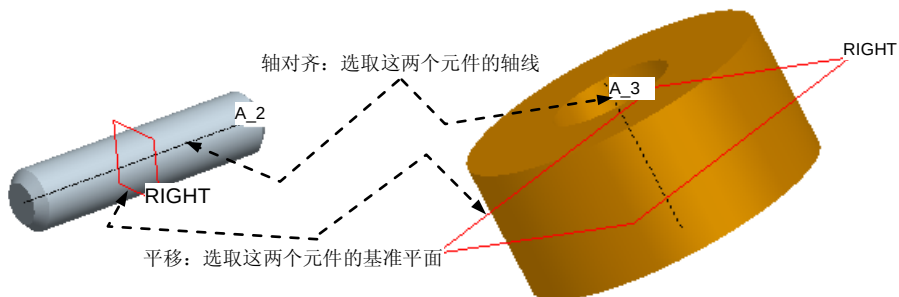
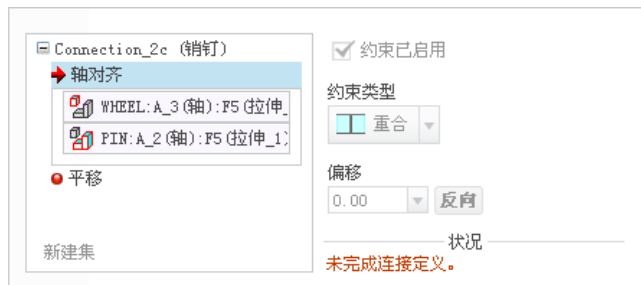
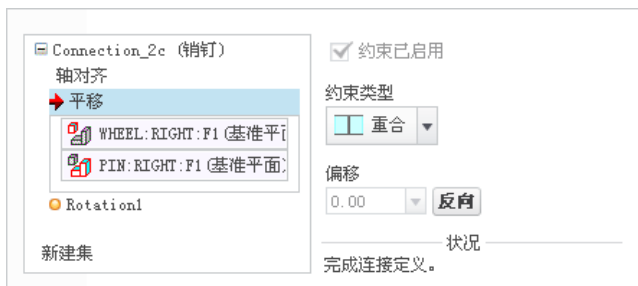

图 9.7.9 装配滑滚
图 9.7.10 “轴对齐”约束参考
图 9.7.11 “平移”约束参考
(3) 定义“轴对齐”约束。在“放置”界面中单击  轴对齐 选项，然后分别选取图 9.7.9 中的两个元件的轴线（元件 WHEEL 的轴线和元件 PIN 的轴线）， 轴对齐 约束的参考如图 9.7.10 所示。
(4) 定义“平移”约束。分别选取图 9.7.9 中两个元件的基准平面（元件 WHEEL 的 RIGHT 基准面和元件 PIN 的 RIGHT 基准面），以限制元件 WHEEL 在元件 PIN 上平移， 平移 约束的参考如图 9.7.11 所示。